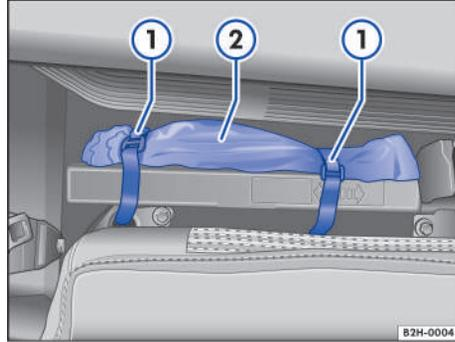

Fig. 139 Detrás del respaldo del asiento trasero: Gato.
2. Suelte los cierres de velcro → fig. 139 ① y retire el gato ②.